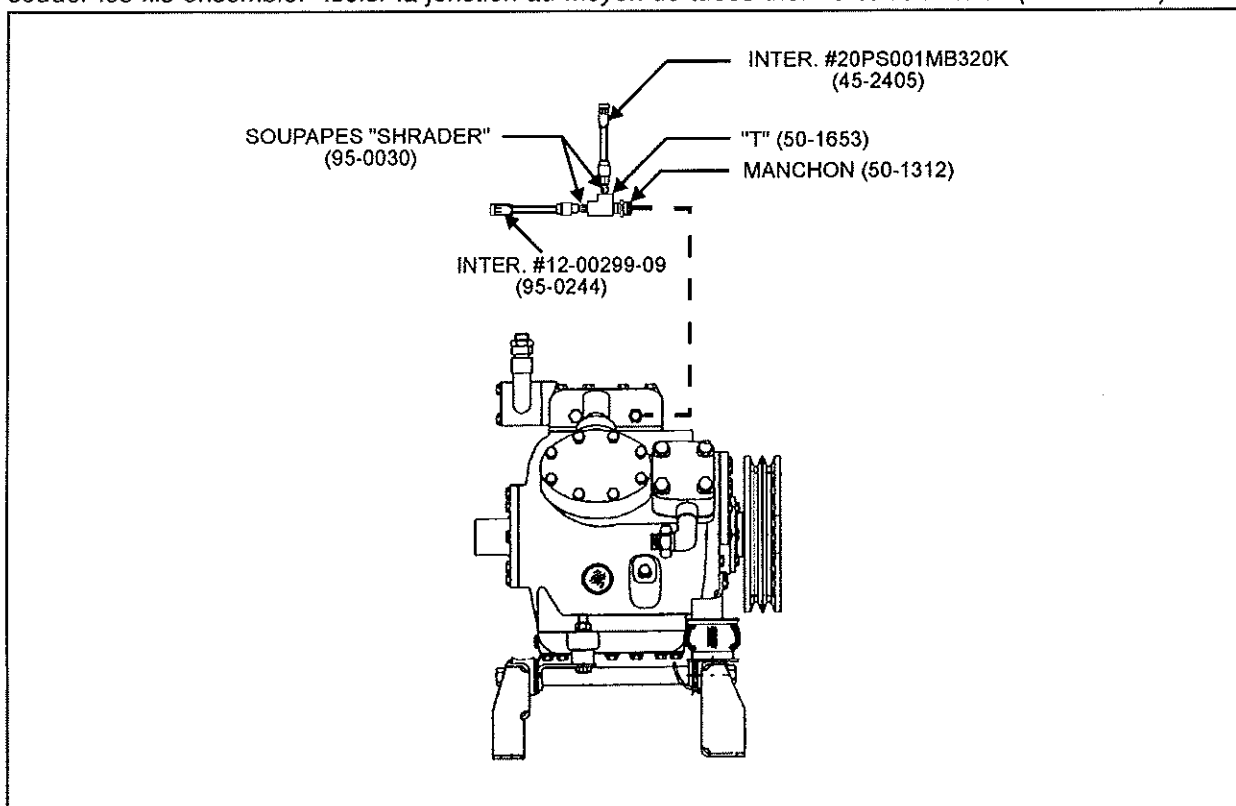

Fig. 3 - Installation des interrupteurs à pression (côté pression)
4. Enlever et jeter l'interrupteur haute pression (et le manchon ou coude si applicable) de la tête du compresseur. Installer un manchon (#50-1312), un "T" (#50-1653), puis deux soupapes "Schrader" (#95-0030) tel qu'illustré à la figure 3.
5. Installer l'interrupteur haute pression (#45-2405) et l'interrupteur de décharge haute pression (#95-0244) sur les soupapes "Schrader" tel qu'illustré à la figure 3.
9. Brancher le connecteur existant femelle (C-52) à l'interrupteur haute pression #20PS001MB320K (Prévost #45-2405) tel qu'illustré à la figure 3.